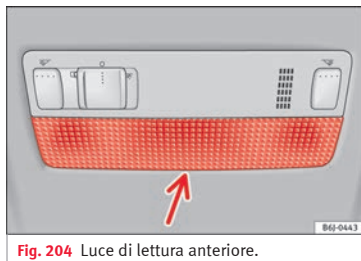

Fig. 204 Luce di lettura anteriore.
- Introdurre un cacciavite dalla parte piatta tra il telaio e il vetro » **fig. 204**.